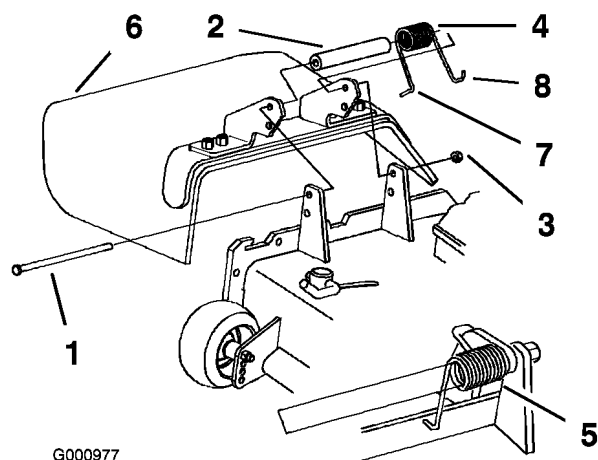

Figura 86
1. Retire la contratuerca, el perno, el muelle y el espaciador que sujetan el deflector a los soportes de pivote (Figura 86). Retire el deflector de hierba dañado o desgastado.
Nota: Asegúrese de colocar el extremo en L del muelle detrás del reborde de la plataforma antes de instalar el perno, según muestra Figura 86.
3. Instale el perno y la tuerca Coloque el extremo en J del muelle alrededor del deflector de hierba (Figura 86).